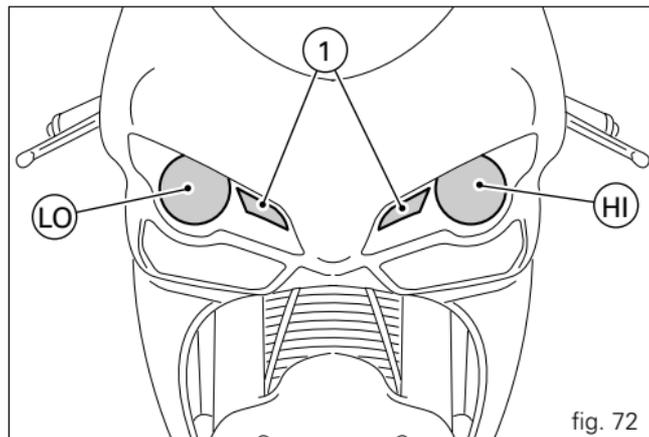

fig. 72
Avant de remplacer une ampoule grillée, s'assurer que la tension et la puissance de l'ampoule neuve correspondent aux valeurs indiquées dans le paragraphe « Circuit électrique » page 105. Toujours vérifier le fonctionnement de l'ampoule neuve avant de reposer les pièces déposées. La fig. 72 montre l'emplacement de l'ampoule des feux de croisement (LO), de route (HI) et de position (1).